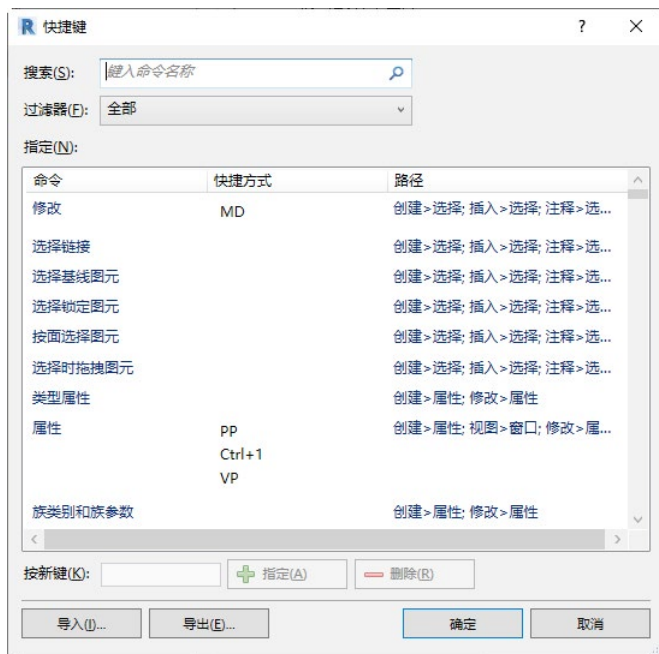

图 1-45 “快捷键”对话框
- 快捷键：用于设置命令的快捷键。单击“自定义”按钮，打开“快捷键”对话框，如图 1-45 所示。设置快捷键的方法：搜索要设置快捷键的命令或在列表中选择要设置快捷键的命令，然后在“按新建”文本框中输入快捷键，单击“指定”按钮 ，添加快捷键。